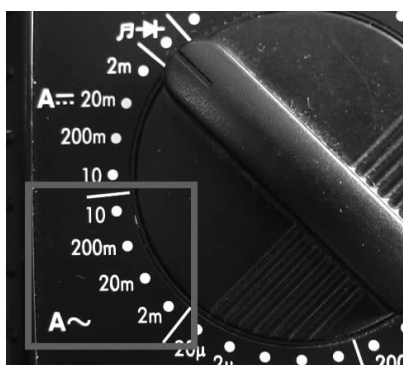
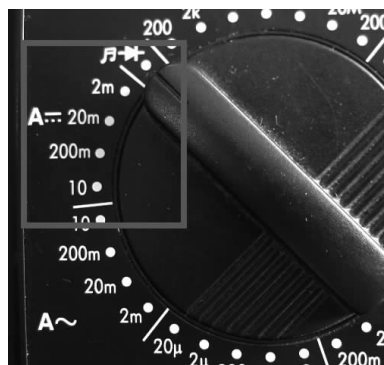

图 1-24 交流挡
图 1-25 直流挡
(3)电流挡的使用与注意事项。数字式万用表电流挡分为交流挡与直流挡两个,当测量电流时,必须将数字式万用表指针打到相应的挡位上才能进行测量,如图 1-24 和图 1-25 所示。